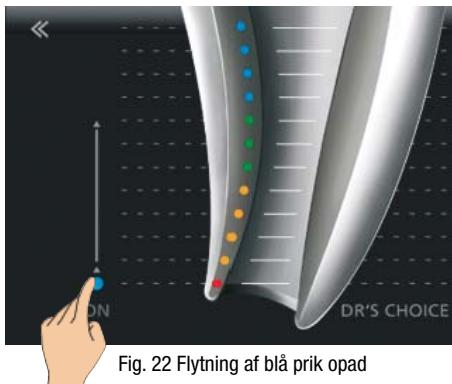

Fig. 22 Flytning af blå prik opad
- Sæt en finger på den blå prik, og træk den til den ønskede position i det apikale afsnit (fig. 22).